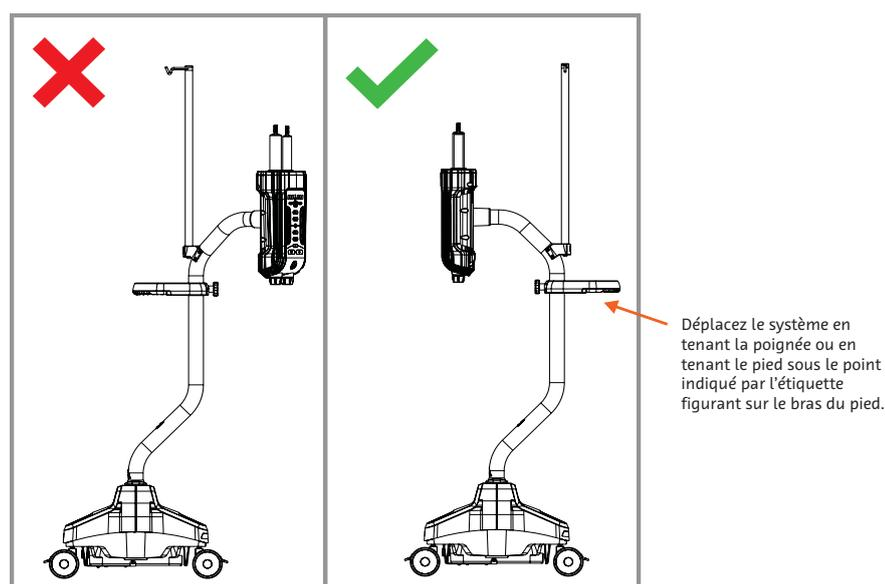

Figure 4 - 3 : Déplacement du système
2. Tournez la colonne de la tête d'injection de telle sorte que la tête d'injection se trouve au-dessus de la base, comme illustré à la figure 4 - 3.